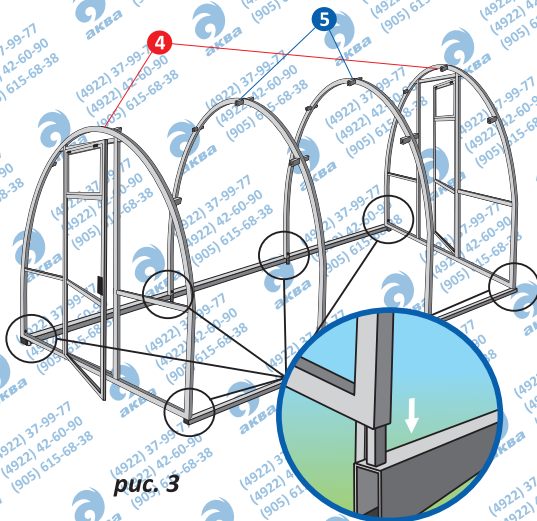

рис. 3
4. Устанавливаем цельносварной торец и проходные дуги на штыри основания теплицы как показано на рис. 3, проходные дуги одеваются одновременно на грунтозацепы (закладные) и штыри основания; соединяем всю конструкцию на кровельные саморезы с внутренней стороны теплицы.
5. Необходимо взять лист поликарбоната размером 2 x 2.10 м., приложить к цельносварному торцу так, чтобы основание торца было вровень с нижним краем листа, а боковой край листа перекрывал на 1/3 стойку дверного проема как показано на рис. 3, для того, чтобы обеспечить приход двери.